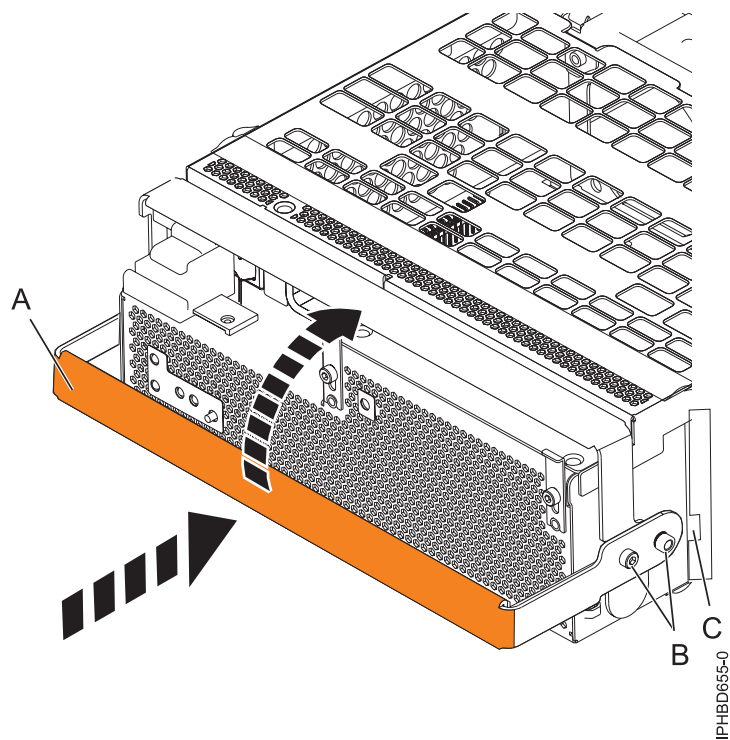

Figura 19. Sustitución de una fuente de alimentación
6. Para sustituir la fuente de alimentación, con el asa de bloqueo **(A)** en la posición de abierto, empuje la fuente de alimentación en la unidad de expansión, como se muestra en la Figura 19 en la página 20.